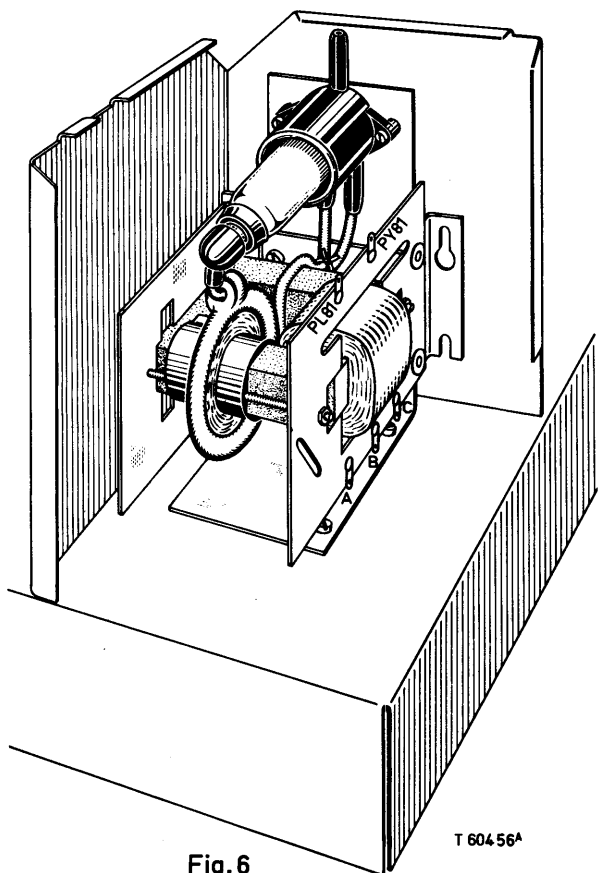

Fig. 6
3. Fixer le transformateur sur l'équerre A9 022 14.1 (voir fig.6) au moyen de deux vis A9 999 99/4x8 et de deux écrous A9 999 93/M4.
3. Fixer l'équerre au châssis au moyen de deux vis de 4 x 8 récupérés sur l'ancien montage. Visser les vis dans les anciens trous (voir fig.6).
- a. Le fil vert venant de C138 doit être remplacé par un fil plus long et connecté à la cosse A du transformateur (voir fig.6).